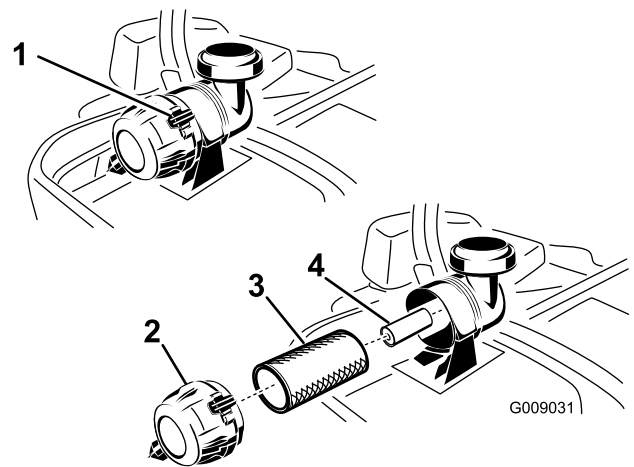

Figura 66
3. Abra los enganches del limpiador de aire y tire de la tapa de la entrada de aire para separarla del cuerpo del limpiador de aire (Figura 66).
5. Extraiga con cuidado el filtro primario de la carcasa del limpiador de aire (Figura 66).
2. Si va a cambiar el filtro interno, deslícelo cuidadosamente en el cuerpo del filtro (Figura 66).
3. Deslice cuidadosamente el filtro primario por encima del filtro de seguridad (Figura 66).
4. Instale la tapa del limpiador de aire con el respiradero hacia abajo, y gírela hasta que los enganches la bloqueen en su sitio (Figura 66).